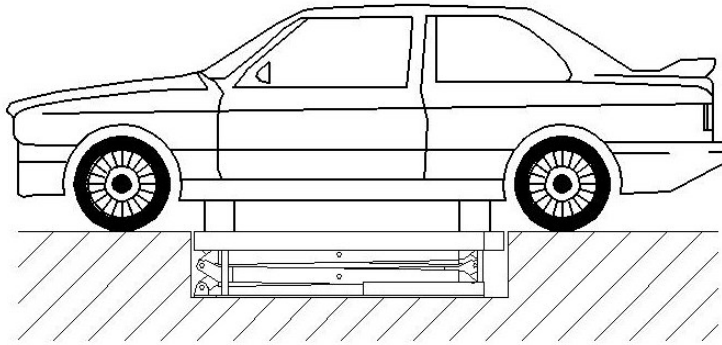

Рис.7
- Убедиться, что автомобиль правильно размещен на подъемнике. Рис. 7